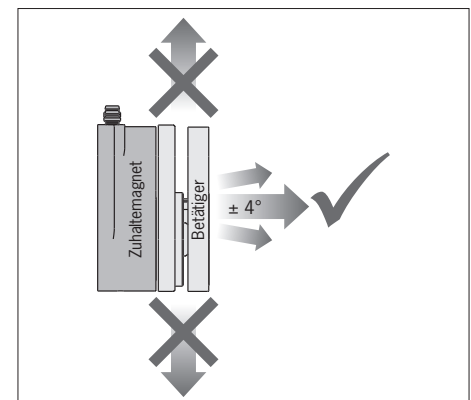

Bild 1: Anfahrriechung
- ▶ Beim Öffnen der Schutzvorrichtung muss der Betätiger frontal vom Zuhaltemagneten weggeführt werden (siehe Bild 1).